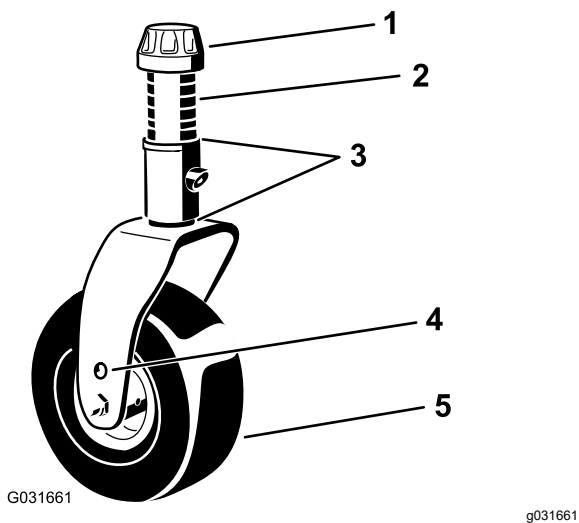
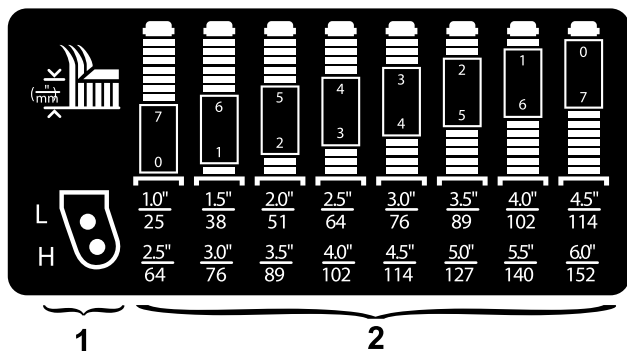

Рисунок 8
Рисунок 9
Поместите оси поворотных колес в одинаковые отверстия в обеих вилках поворотных колес. Для определения правильных отверстий в зависимости от настройки высоты см. Рисунок 8 и Рисунок 9.
- Снимите колпачковую гайку с вала шпинделя (Рисунок 8) и извлеките шпиндель из рычага поворотного колеса. Установите на вал шпинделя две регулировочные прокладки таким же образом, как они были установлены первоначально. Эти регулировочные
- Наденьте на вал шпинделя необходимое количество проставок для получения требуемой высоты скашивания (Рисунок 8).
Для определения требуемых комбинаций проставок в зависимости от настройки высоты скашивания см. Рисунок 9.